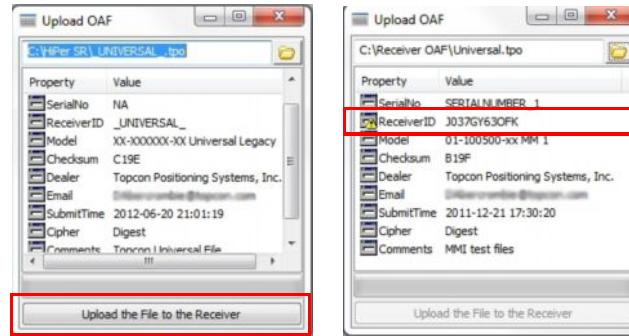

Рис. 12: Проверка совместимости ОАФ
5. Нажмите Загрузить файл на приемник (Рис. 12), чтобы начать загрузку файла.